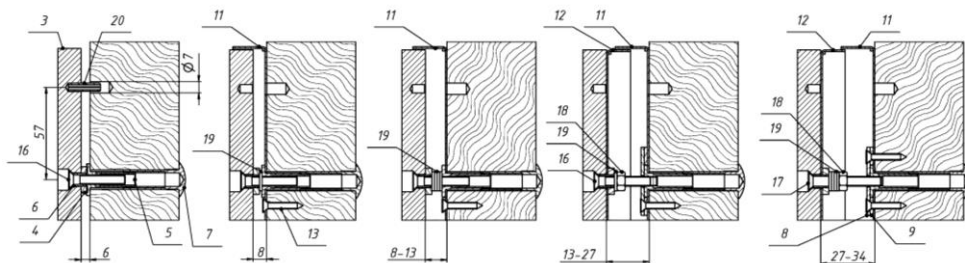

Рисунок 7
5.7 При расстоянии от якоря до полотна двери 6 мм (рисунок 7) необходимо сверлить отверстие под штифт $\varnothing 7$ мм. Для других размеров фиксация от поворота якоря осуществляется кожухом (11) фиксированным саморезами (13).